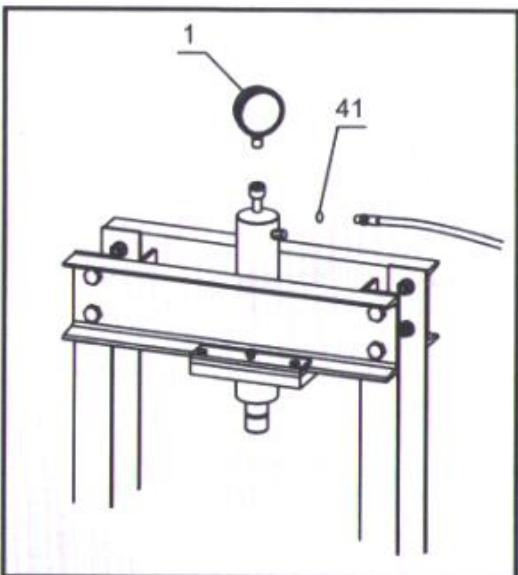

Рис. 5
Воспользуйтесь схемой стенда (рис. 5), списком деталей и схемой сборки, приведенной в данной инструкции, разложите все детали по порядку и установите их предназначение перед сборкой.
6. Закрепите манометр (1) и шланг на силовом цилиндре, установив уплотнительное кольцо (41). См. рис. 5.